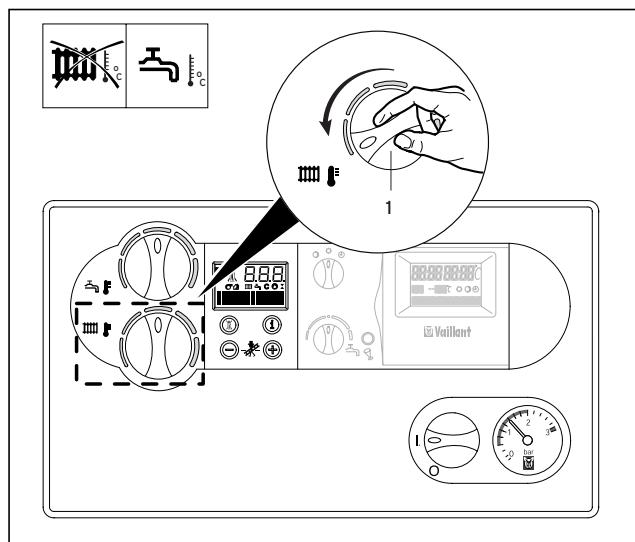

Bild B.11: Stänga av värmen (sommardrift)
- Aktivera „sotardrift“ genom att samtidigt trycka på knapparna „+“ och „-“ till DIA-systemet (bild B.11)